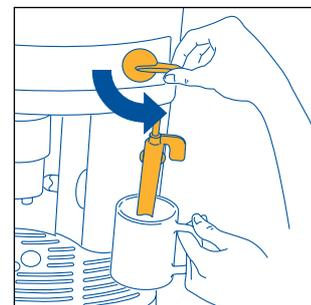
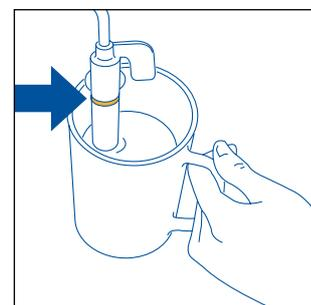

Abb.23
Abb.24
- Den Milchaufschäumer in das Gefäß mit der Milch eintauchen (Abb. 23), wobei darauf zu achten ist, dass die auf dem Milchaufschäumer eingeprägte Linie nicht eingetaucht wird (angezeigt durch den Pfeil in Abb. 24). Dann den Dampfdruckknopf um eine halbe Umdrehung nach links bis zum Anschlag drehen (Abb. 5). (Passen Sie auf, dass Sie sich nicht verbrühen). Aus dem Milchaufschäumer entweicht der Dampf, der die Milch aufschäumt und ihr eine cremige Konsistenz verleiht. Um einen cremigeren Milchschaum zu erhalten, den Milchaufschäumer in die Milch eintauchen, und das Gefäß langsam von unten nach oben bewegen. (Es wird empfohlen, nicht länger als 2 Minuten Dampf zu beziehen).